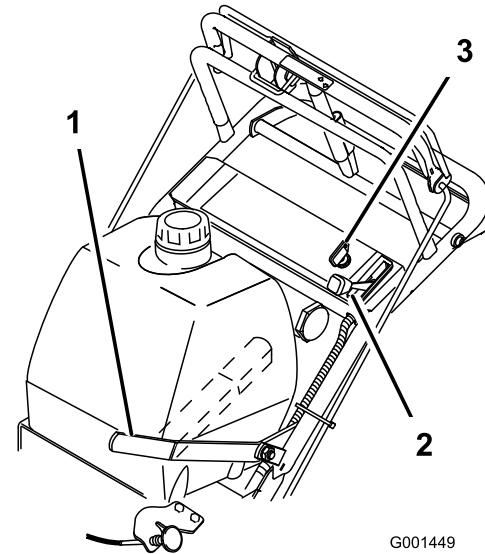

Figure 8
1. Placez la manette d'accélérateur en position **bas régime** (Figure 8).
3. **Coupez le contact** (Figure 8).
5. Tournez la clé de contact à la position **marche** (Figure 8).
8. Sortez le starter si le moteur est froid (Figure 8).